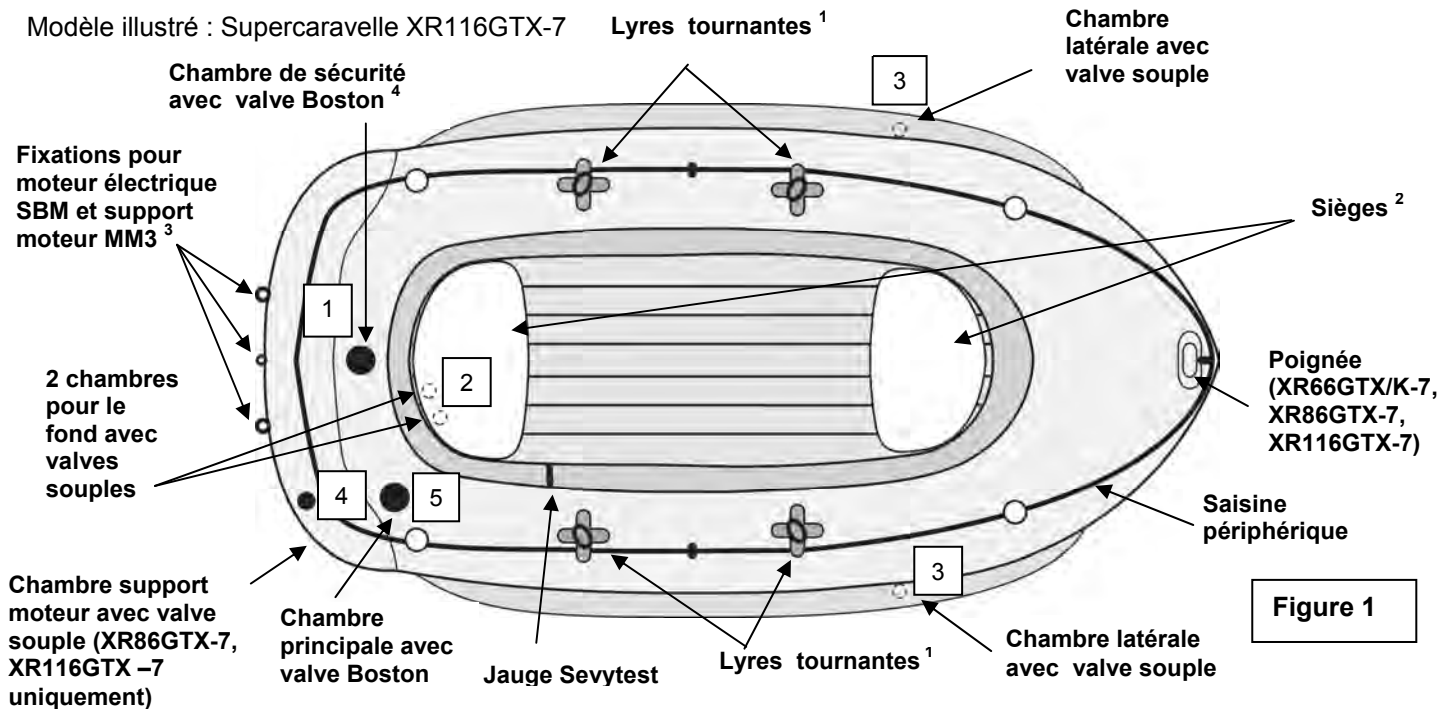

Figure 1
- a) Valve(s) Boston (figure ci-contre) : dévisser le capuchon de la valve (1), visser le corps de la valve (2) dans la base de la valve (3) ; veiller à ce que le capuchon reste accessible. Insérer l'extrémité du tuyau du gonfleur dans la valve et gonfler jusqu'à atteindre le niveau de pression recommandé (voir point 3). Après gonflage, fermer bien toutes les valves avec leur capuchon (dans le sens des aiguilles d'une montre).
2. Gonfler le bateau selon l'ordre de gonflage indiqué sur la plaque d'immatriculation imprimée sur le bateau (voir également figure 1, la numérotation des valves).
3. Niveau de pression maximal : **la pression d'utilisation de ce produit est de : 0,06 bar (= 60 mbar). Ne la dépassez pas.** Votre bateau est équipé d'une jauge Sevytest qui permet de vérifier la pression. Gonflez tout d'abord la chambre de sécurité (voir figure 1) jusqu'au repère "A" du Sevytest, puis la chambre principale (voir figure 1) jusqu'au repère "B". **Surpression** : dégonflez jusqu'à atteindre le niveau de pression recommandé. **Baisse de pression** : regonflez légèrement. **N.B.** : il arrive que l'indicateur de la jauge SEVYTEST ne revienne pas à sa position initiale après de fréquents gonflages en raison d'un allongement du PVC sous l'influence de la pression de gonflage. Mais vous pourrez encore vérifier qu'il est positionné dans les limites des niveaux de pression recommandés.